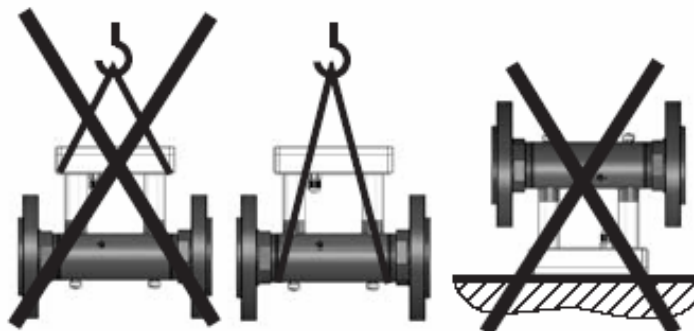

Рисунок 4 – Разгрузка и складирование счетчиков
2.3.3.3 Распакованный счетчик нельзя перемещать, удерживая за электронный блок, устанавливать на электронный блок и использовать в качестве рычага электронный блок (рисунок 4).